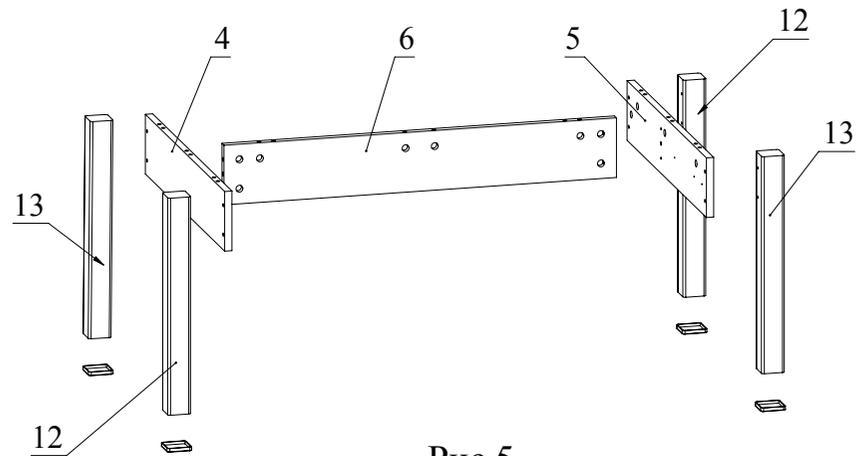

Рис.5
3. С помощью конфирматов прикрепить детали 12, 13 к деталям 4 и 5 согласно схемы (Рис. 5). Установите накладки для профиль-ножек на детали 12 и 13 (Рис. 5).
4. Установите деталь 6 между деталями 4 и 5 и зафиксируйте, повернув конфирматным ключом головки минификсов по часовой стрелке до упора (Рис. 5).